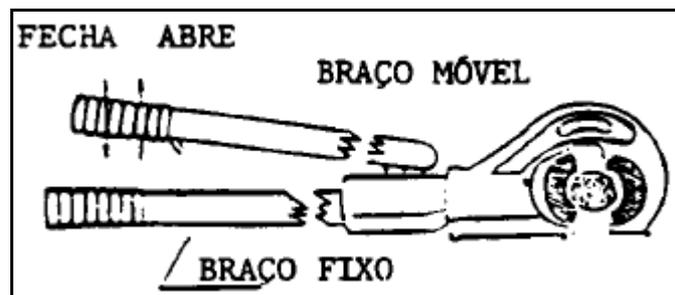

Figura 15 – Acionamento do braço móvel com movimento de abre-fecha
- f) Acionar o braço móvel com um movimento de abre-fecha até a compressão completar-se, o que será indicado pelo disparo da válvula de alívio, conforme ilustrado na Figura 15;